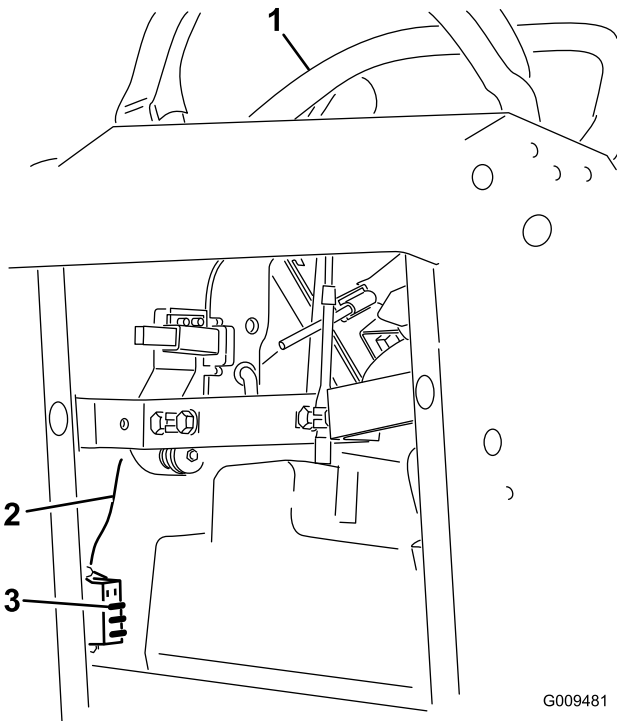

Figura 54
2. Tire hacia fuera del fusible para retirarlo o cambiarlo (Figura 54).
Nota: Asegúrese de instalar un fusible del tamaño correcto con el cable del color correcto, según se muestra en Figura 54.